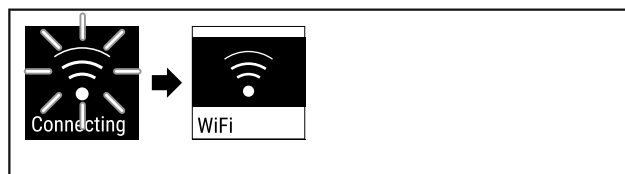

Fig. 76
- ▶ Forbindelsen opprettes (se Fig. 76) .